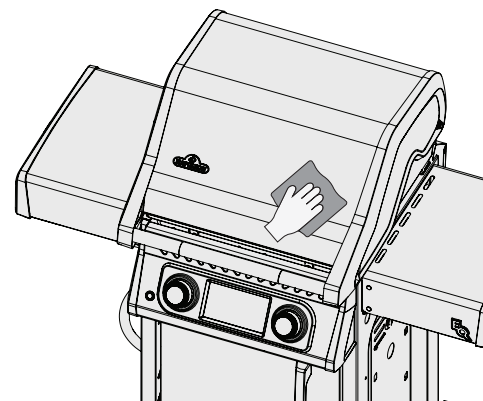

Fig. 9
- Tør altid i retning af slibningen. (Fig. 9)